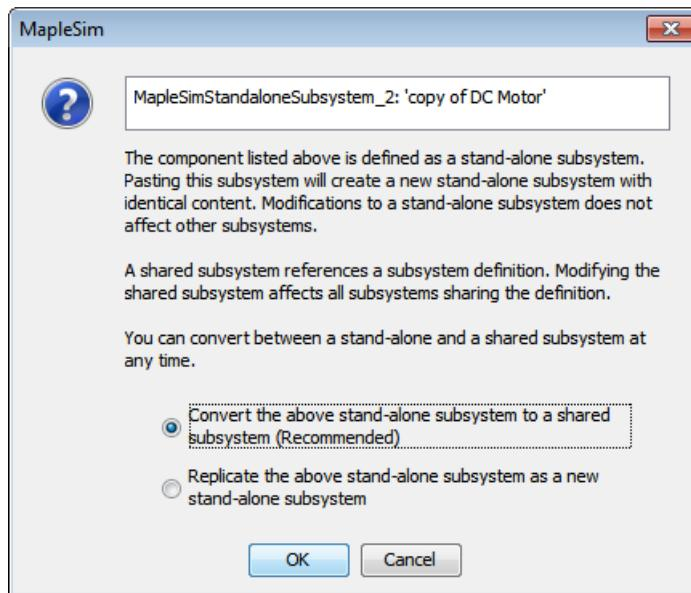

図2.13 サブシステムダイアログのコピー
1. モデルワークスペースで、DC Motor のコピー スタンドアロンサブシステムをコピーし、貼り付けます。ダイアログボックスが表示されます(図2.13「サブシステムダイアログのコピー」を参照してください)。